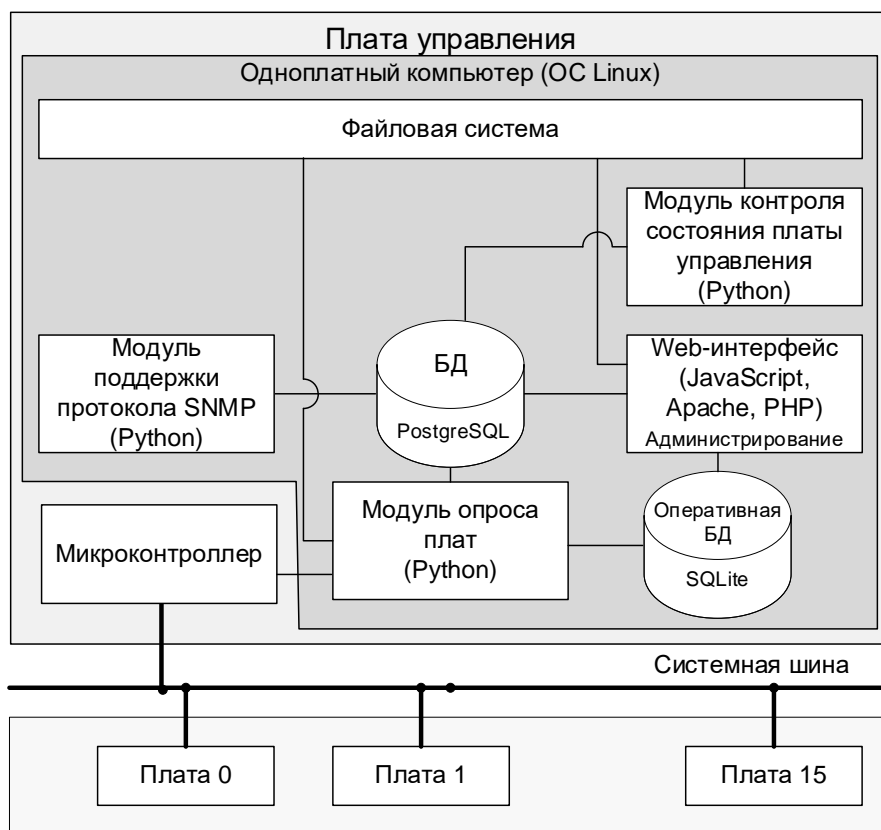

Рисунок 3
3.3.10. Обобщенная структура ПИ с указанием взаимосвязей между элементами платы управления и платами МП ТСС, представлена на рис. 3.